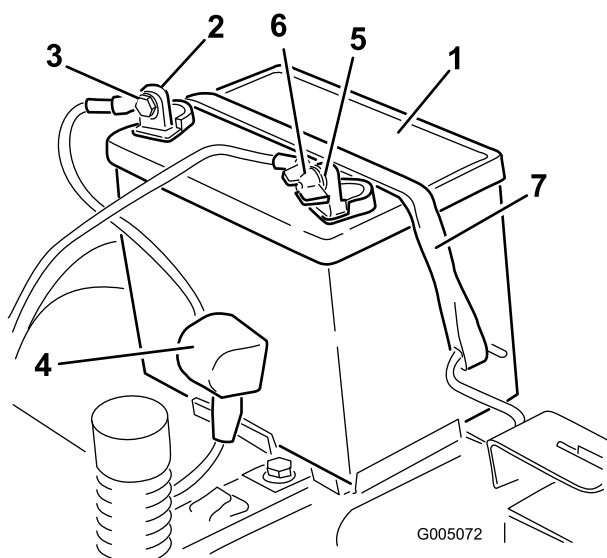

Bild 37
- Klemmen Sie das Minuskabel (schwarz) vom Batteriepol ab (Bild 37). Bewahren Sie alle Befestigungen auf.
vom Batteriepol ab (Bild 37). Bewahren Sie alle Befestigungen auf.
6. Nehmen Sie die Batterieklemme ab (Bild 37) und heben Sie die Batterie aus dem Ständer heraus.
1. Legen Sie die Batterie in den Ständer, wobei die Klemmen zur Betriebsstellung weisen (Bild 37).
5. Befestigen Sie die Batterie mit der Befestigung (Bild 37).